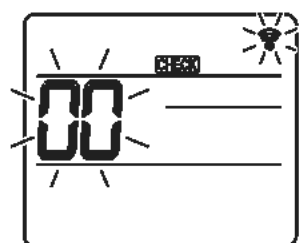
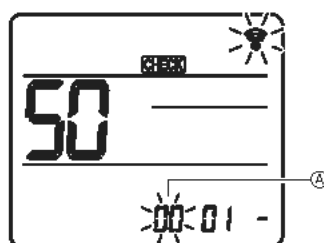
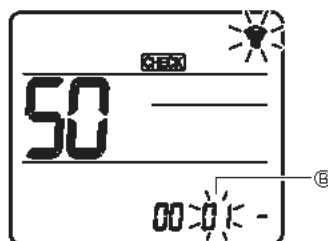
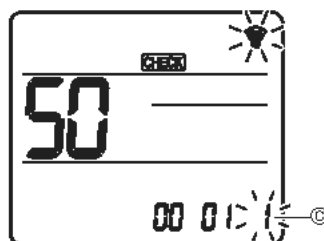

Fig. 7-16
Fig. 7-17
Fig. 7-18
Fig. 7-19
7.4.2. Mediante el mando a distancia inalámbrico (Fig. 7-16, Fig. 7-17, Fig. 7-18, Fig. 7-19)
① Vaya al modo de selección de función
(Inicie esta operación con la pantalla de estado del mando a distancia apagada). [CHECK] (COMPROBAR) se ilumina y "00" parpadea. (Fig. 7-16)
② Configuración del número de unidad
Pulse el botón [] para seleccionar el número de unidad ③. (Fig. 7-17)
③ Seleccione un modo
Pulse el botón [] para seleccionar el número de modo ④. (Fig. 7-18)
④ Seleccionar el número de ajuste
Utilice el botón [] para cambiar el número de ajuste ⑤. (Fig. 7-19)